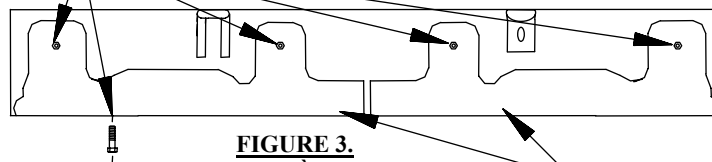

FIGURE 3.
1. Enlever les six (6) boulons qui fixent les deux (2) supports de carénage. Remettre les supports de carénage et leurs attaches au propriétaire du véhicule en vue d'une réinstallation éventuelle (si l'attelage est enlevé ultérieurement). (**Figure 3 ci-dessus**)